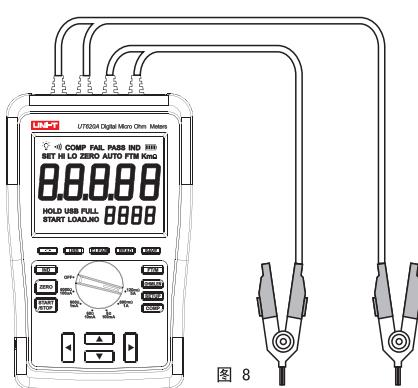

图 8
1. 用鳄鱼夹连接仪表的 端子P1, P2, C1, C2端子，另一端连接待测物，P1, P2应靠近内侧位置，如图8: